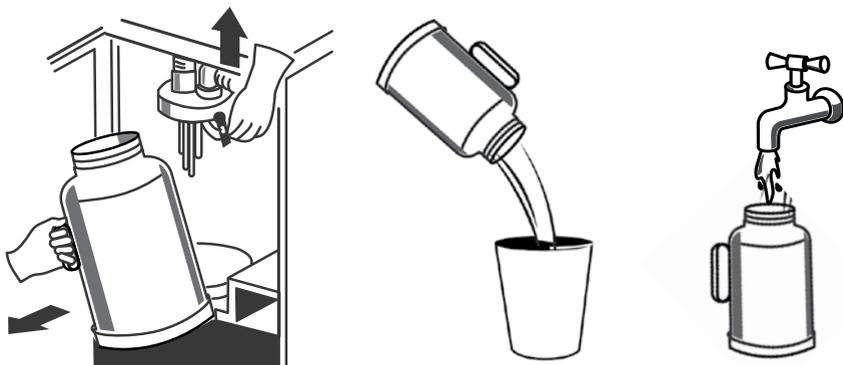

Рис. 5 – Очистка резервуара
- снимите резиновые фиксаторы с крышки резервуара (6);
- снимите крышку, затем выньте резервуар (см. рис. 5);